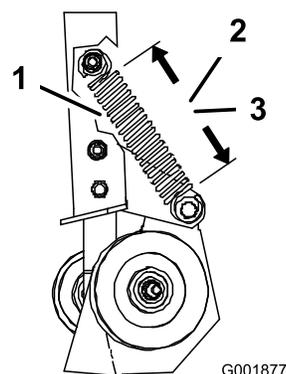
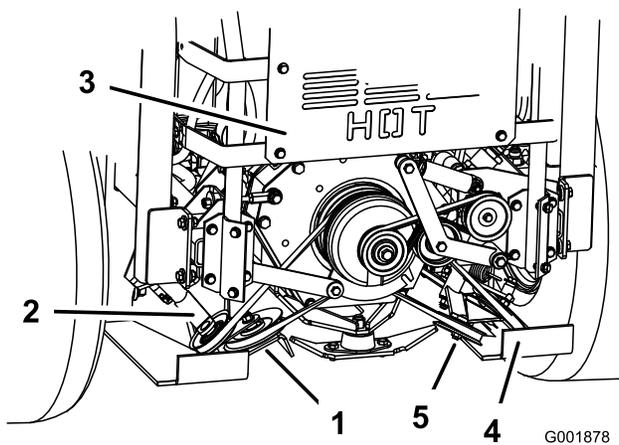

Figure 63
Figure 64
3. Mesurez la longueur du ressort. Vérifiez que les dimensions des spires du ressort sur la poulie de tension rappelée par ressort correspondent bien aux valeurs données ci-dessous (Figure 63 et Figure 64).
- Mesure du ressort gauche : $14,6 \pm 0,3$ cm ($5-3/4 \pm 1/8$ po) (Figure 63).
- Mesure du ressort droit : $14,0 \pm 0,3$ cm ($5-1/2 \pm 1/8$ po) (Figure 63).
4. Si le ressort n'est pas aux bonnes dimensions, desserrez l'écrou de fixation de la poulie de tension réglable pour pouvoir la déplacer dans la fente (Figure 64).
5. Relâchez la pression sur la poulie de tension rappelée par ressort (Figure 64).
6. Abaissez la poulie réglable dans la fente puis serrez l'écrou (Figure 64).
7. Vérifiez que les dimensions des spires du ressort sur la poulie de tension rappelée par ressort sont correctes (Figure 63).